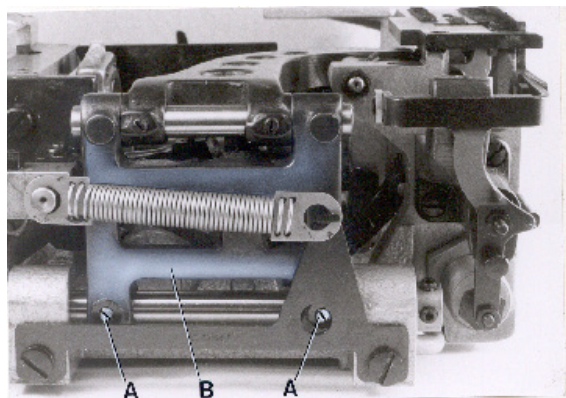

Fig. 7
After loosening screws (A, Fig. 7) rear in the feed rocker (B), the feed bar with feed dog can be moved laterally to center the feed dog in the throat plate slots, if required. Retighten screws (A).
Nach dem L sen der Schrauben (A, Fig. 7) hinten im Transportrahmen (B) kann der Transporteurtr ger, bei Bedarf, mit dem Transporteur seitlich verschoben und in den Stichplattenschlitzen vermittelt werden. Ziehen Sie die Schrauben (A) wieder an.